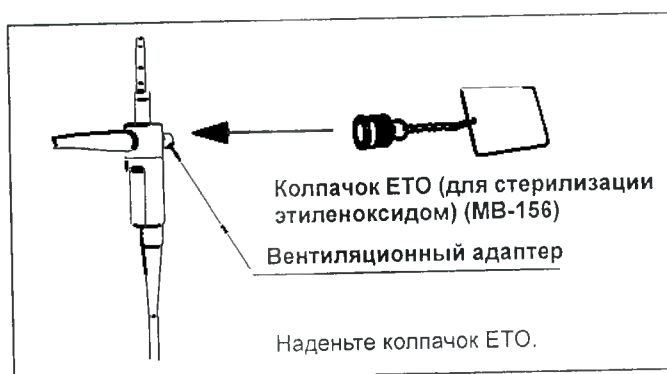

Рисунок 6.2
- Перед стерилизацией надежно присоедините колпачок ЕТО (для стерилизации этиленоксидом) к световодному разъему эндоскопа. Если во время стерилизации этиленоксидом колпачок ЕТО не присоединен к эндоскопу, воздух внутри эндоскопа может расшириться и разорвать покрытие подвижной части и/или повредить сгибающий механизм (на рис. 6.2).